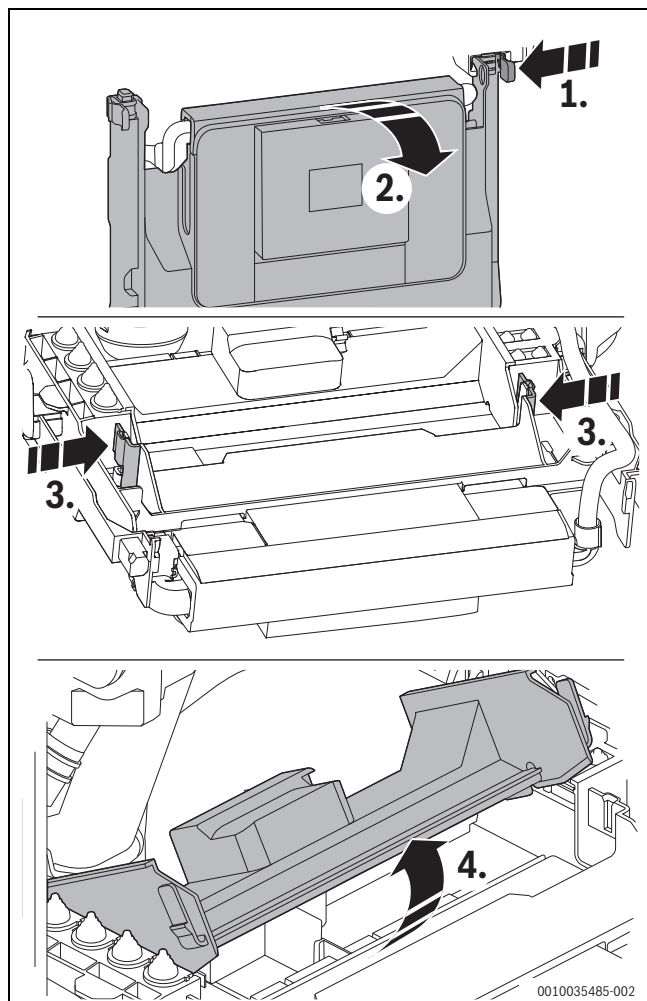

Fig. 39 Ouvrir l'appareil de commande
- Rabattre l'appareil de commande (→ fig. 39).